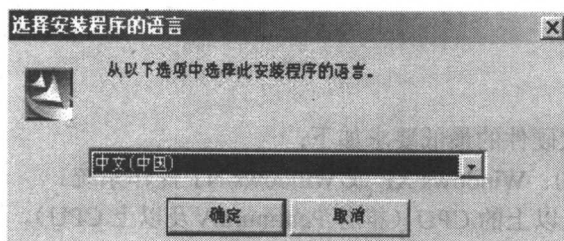
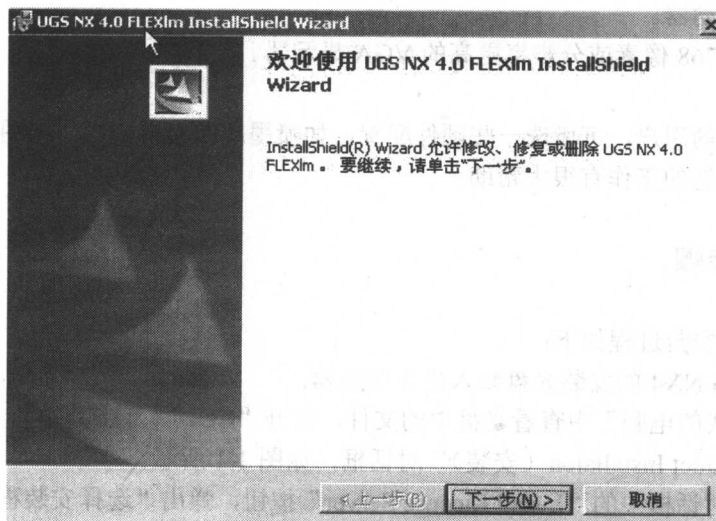

图 1-2 “选择安装程序的语言”对话框
图 1-3 “欢迎”对话框
- （3）单击对话框中的“Install License Server”按钮，弹出“选择安装程序的语言”对话框，选择“中文（中国）”选项，如图 1-2 所示。然后单击“确定”按钮，即可进入“欢迎”对话框，如图 1-3 所示。